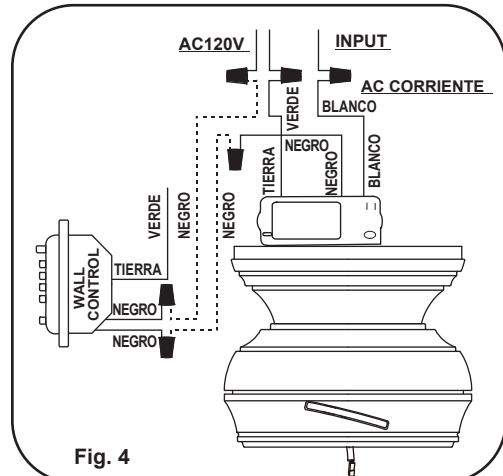

Fig. 4
Paso 2. Haga las conexiones eléctricas cómo se muestra en la Fig. 4. Si su caja de distribución tiene un alambre a tierra (verde o cobre) conéctelo al alambre del transmisor. Si su caja de distribución no tiene un alambre a tierra, entonces únicamente conecte el alambre a tierra del transmisor a un tornillo de la caja de distribución.